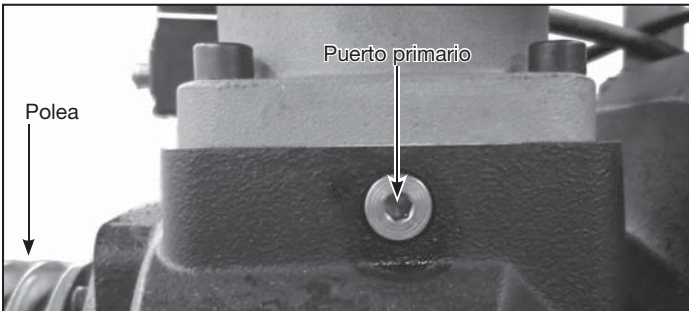

Figura 9 - Ubicación principal de la unidad de compresión
- b. Con el sistema de compresor parado, agregue aproximadamente 8 onzas de aceite (1/4 litro) (con el mismo tipo de aceite que en la unidad de compresión) dentro de la cámara del rotor (ver Figura 9).